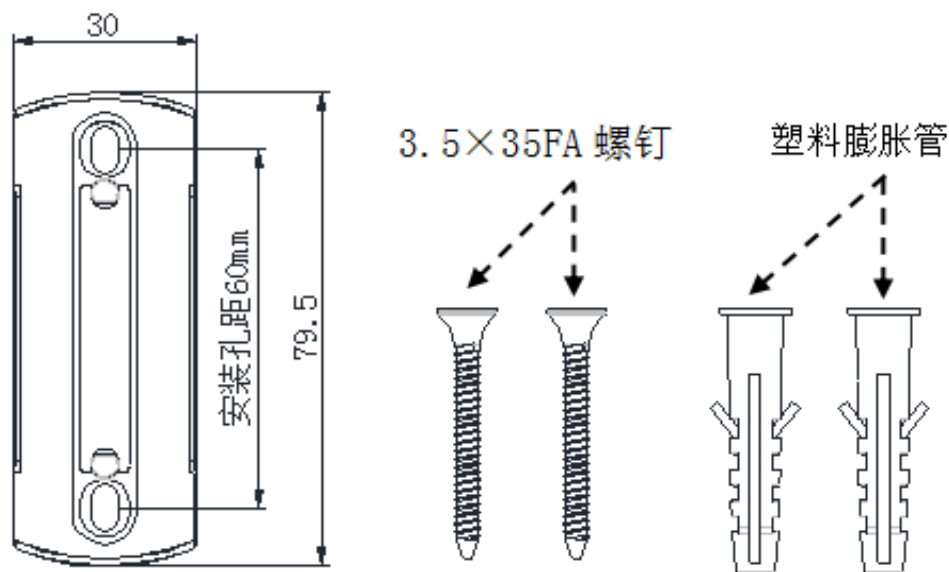

图 2 TX3625 总线式无线网关底座及固定配件
2、网关可采用吸顶安装或壁挂安装。底座及固定配件如图 2 所示（单位：mm）：